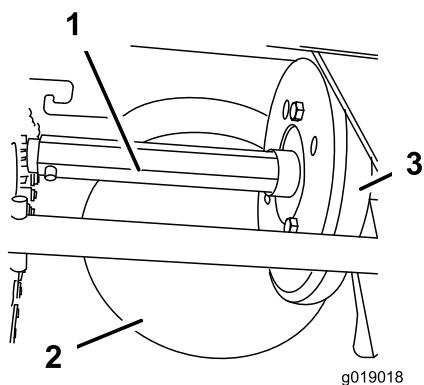

Рисунок 33
Раз в год наносите на шестигранный вал тонкий слой автомобильного двигательного масла (**Рисунок 33**).
**Внимание:** Не допускайте попадания масла на резиновое колесо или стальной фрикционный шкив, так как в этом случае привод тяги будет проскальзывать (Рисунок 33).